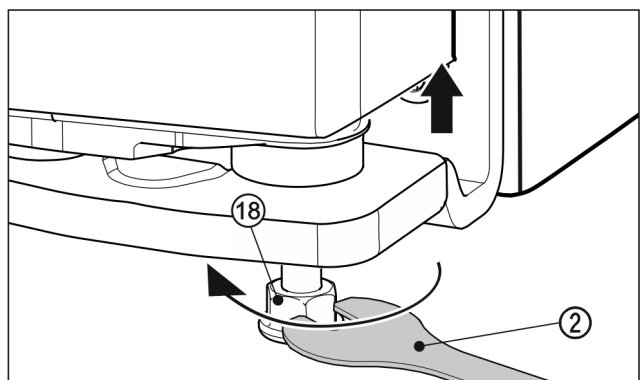

Fig. 26
- Nosta ovea kiertämällä säätöjalkaa Fig. 26 (18) toimitukseen sisältyvällä kiintoavaimella Fig. 26 (2) myötäpäivään, kunnes jalka koskettaa lattiaa. Jatka kiertämistä tämän jälkeen, kunnes oven korkeus on säädetty. Toimitustilassa laakeritappi on kierrettynä kokonaan sisään.